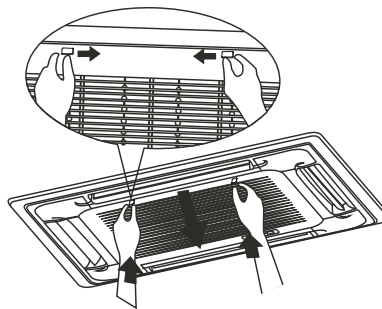

Figura 54
- Empurre as chaves da grelha simultaneamente, como indicado na figura 54. Em seguida, puxe a grelha de entrada de ar para baixo (junto com o filtro de ar) como mostrado na Fig. 55. Puxe a grelha de entrada de ar para baixo até 45° e levante-a para remover a grelha.